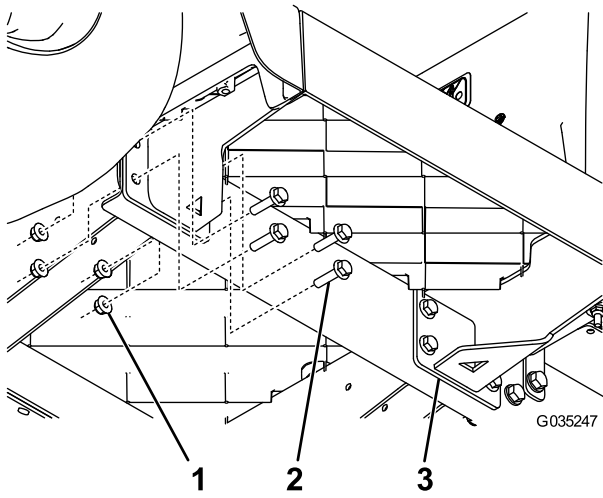

Bild 5
- Befestigen Sie die neue Bodenplattenstütze mit 8 Bundkopfschrauben (5/16" x 1 1/4") und 8 Bundmutter (5/16"), wie in Bild 5 abgebildet.
6. Befestigen Sie die andere neue Bodenplattenstütze mit 8 Bundkopfschrauben (5/16" x 1 1/4") und 8 Bundmuttern (5/16"), wie in Bild 5 dargestellt.